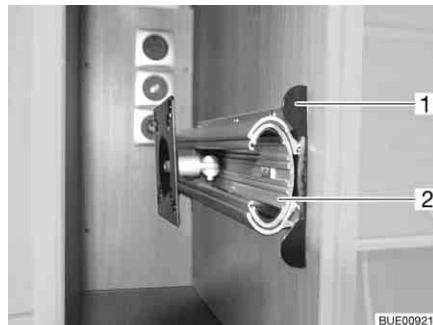

Bild 68 Halterung im TV-Schrank
- Entriegelungsleiste (Bild 68,1) hineindrücken.
- Auszug (Bild 68,2) bis zum Anschlag herausziehen.
- Auszug (Bild 68,2) einschieben, bis die Entriegelungsleiste (Bild 68,1) einrastet.